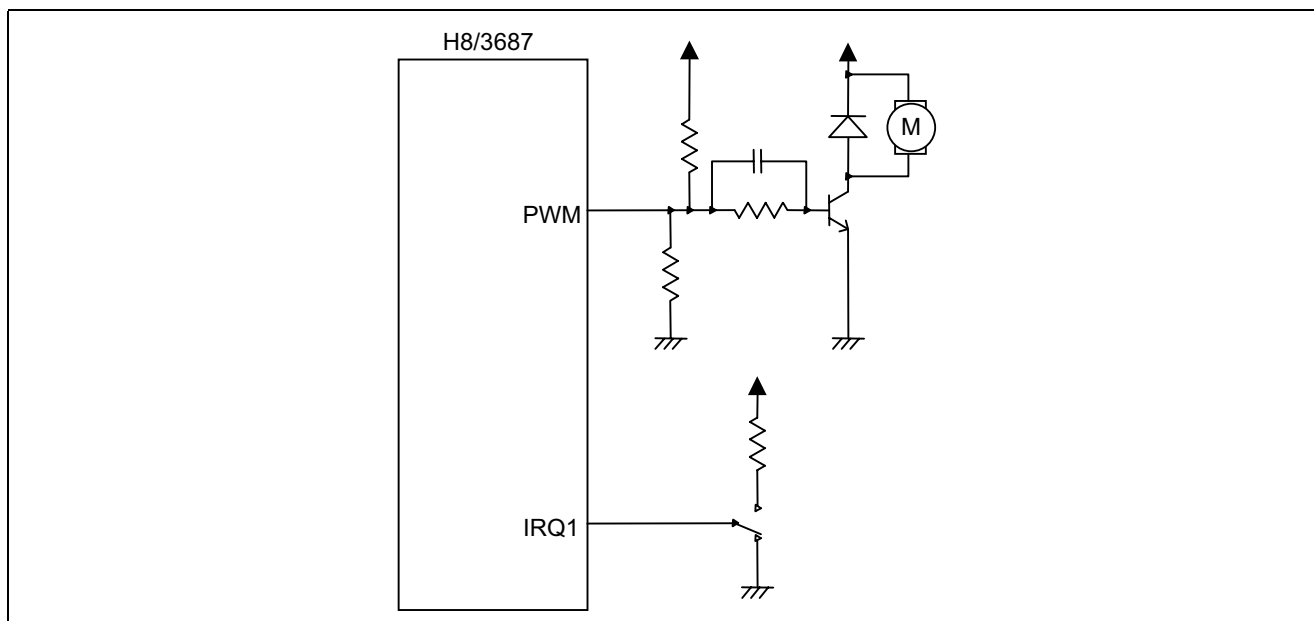

図1 本タスク例の構成
- ブラシ付き DC モータ制御の接続図を図 1 に示します。